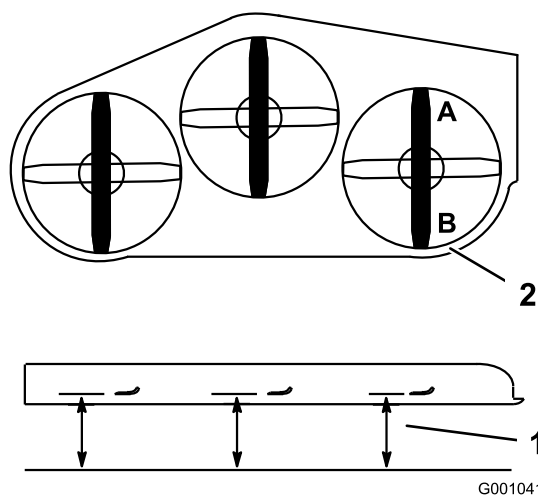
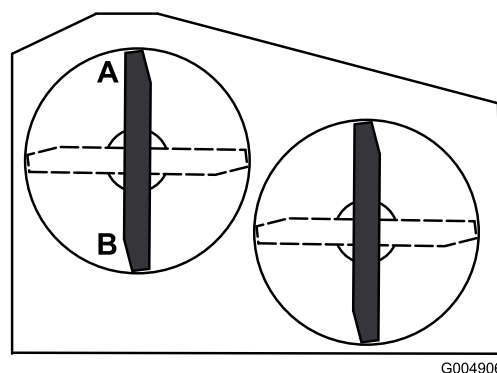

Figure 73
Figure 74
2. Tournez une lame dans le sens longitudinal. Mesurez la distance aux points **A** et **B** entre une surface plane et le bord coupant des pointes des lames (Figure 73 ou Figure 74). Pour les tabliers de coupe de 36 pouces, reportez-vous à la Figure 74.
4. Tournez les lames dans le sens longitudinal. Mesurez la distance aux points C et D (Figure 73) entre une surface plane et le bord coupant des lames.